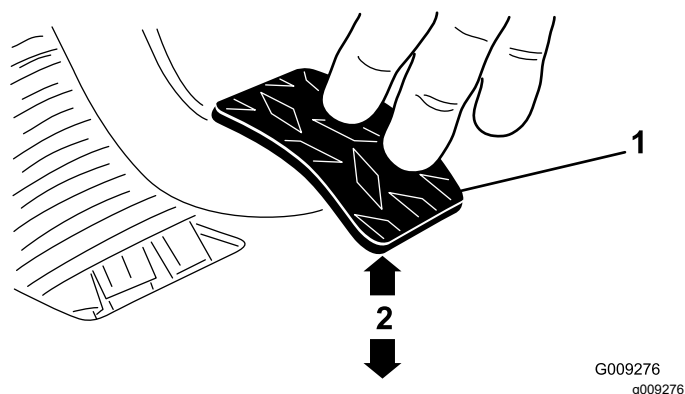

Figure 69
3. Ajustez les écrous de blocage ou la rotule jusqu'à ce que le bord inférieur arrière de la pédale d'embrayage soit à  $9,5 \pm 3$  cm du haut du plancher quadrillé quand une force de 1,8 kg est appliquée sur la pédale (Figure 69).